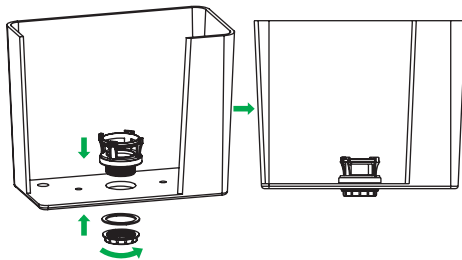

Рис. 3 / 3-сур.
2. Установите седло клапана в днище бачка (рис. 3).